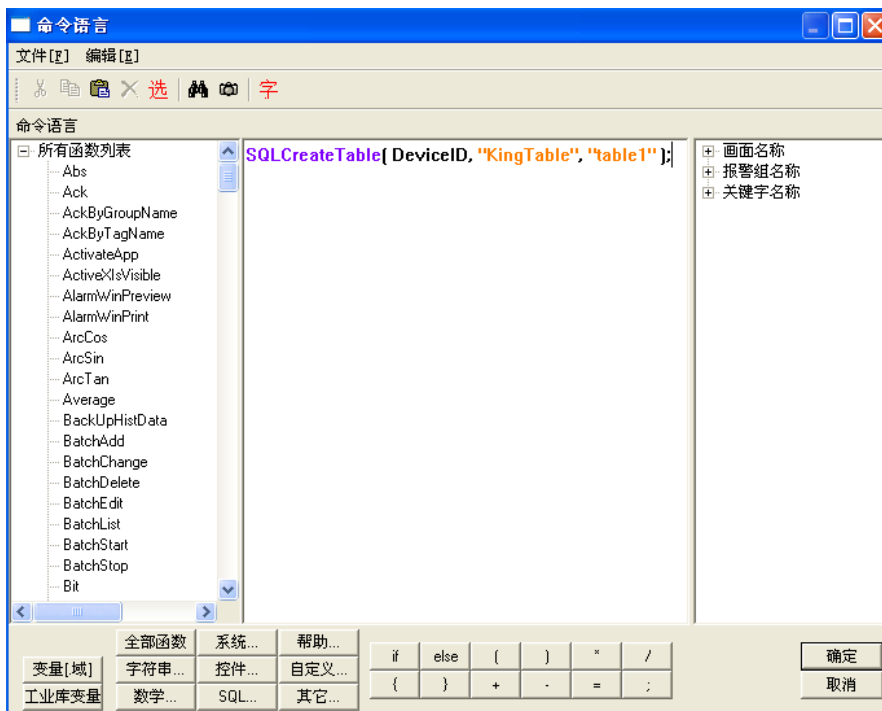

图 9-5 创建数据库表格命令语言
- 2、在按钮的弹起事件中输入如下命令语言，如图 9-5 所示。